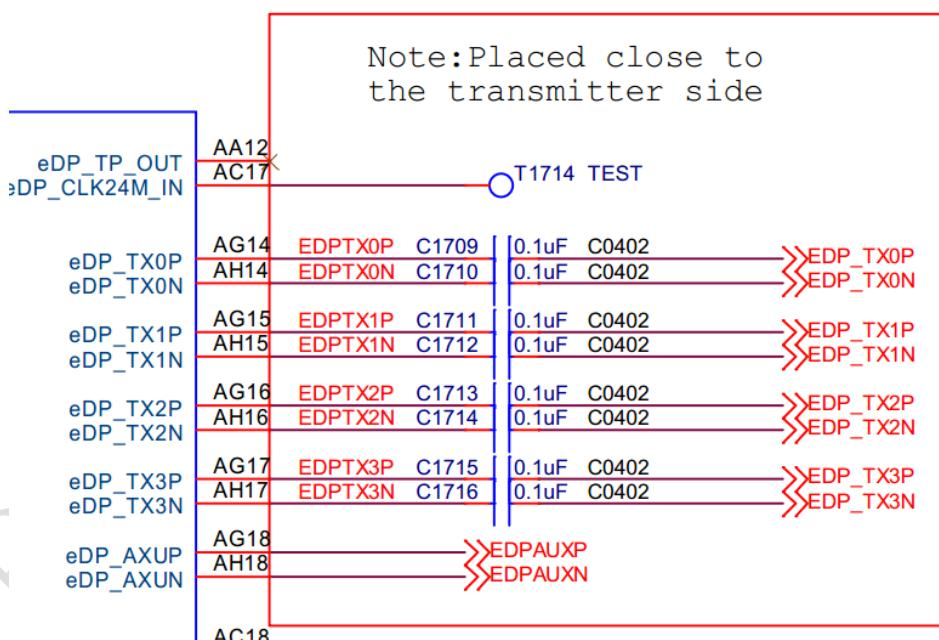

图14-11
- eDP数据通道输出耦合电容需靠近芯片端，如图14-11；